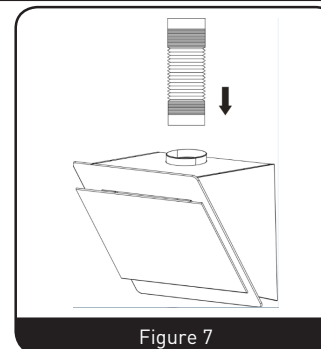

Figure 7
- Placez la gaine en plastique sur la hotte aspirante. (Figure 7)